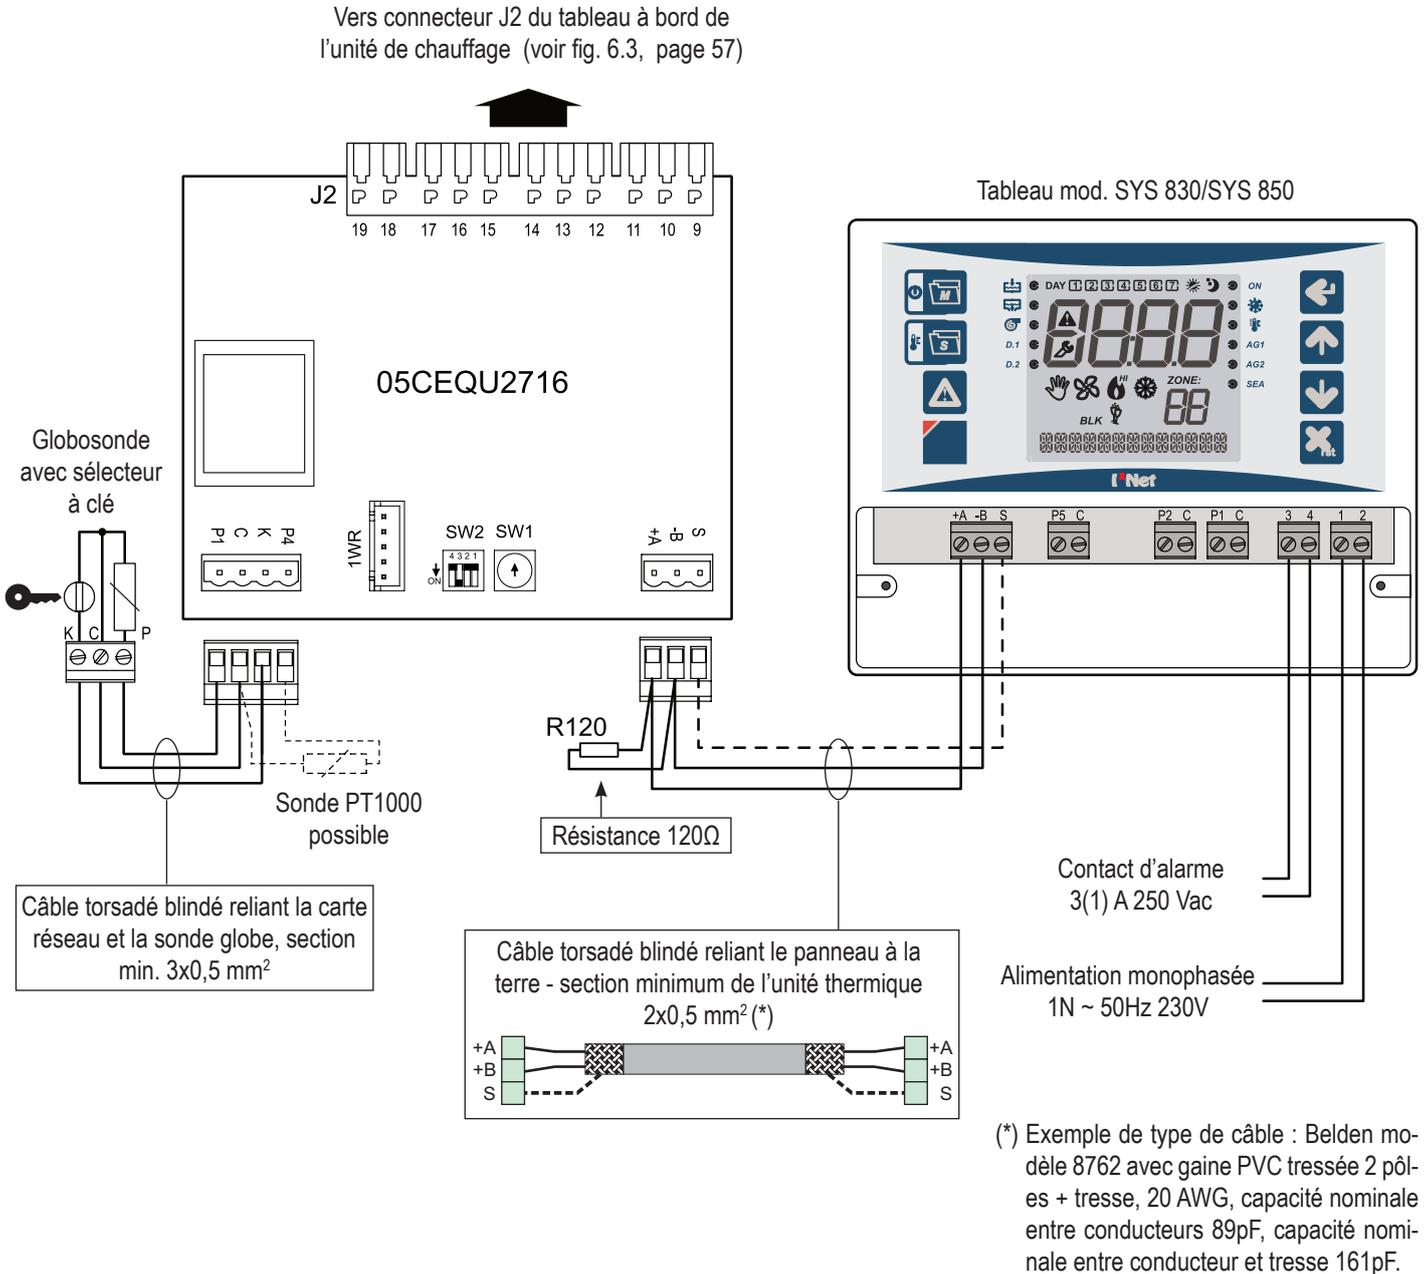

Fig. 6.4 Raccordement du tableau de commande au sol SYS 830/SYS 850 à une unité thermique OHA
Pour plus de précisions, consulter le livret d'instructions fourni avec le tableau électrique et la fig. 6.4 à la page 59.
- 4) Vérifier la connexion entre le panneau de terre et l'unité de chauffage (fig. 6.4 et 6.5 aux pages 59 et 60) et régler la température du thermostat à une valeur supérieure à la température ambiante.